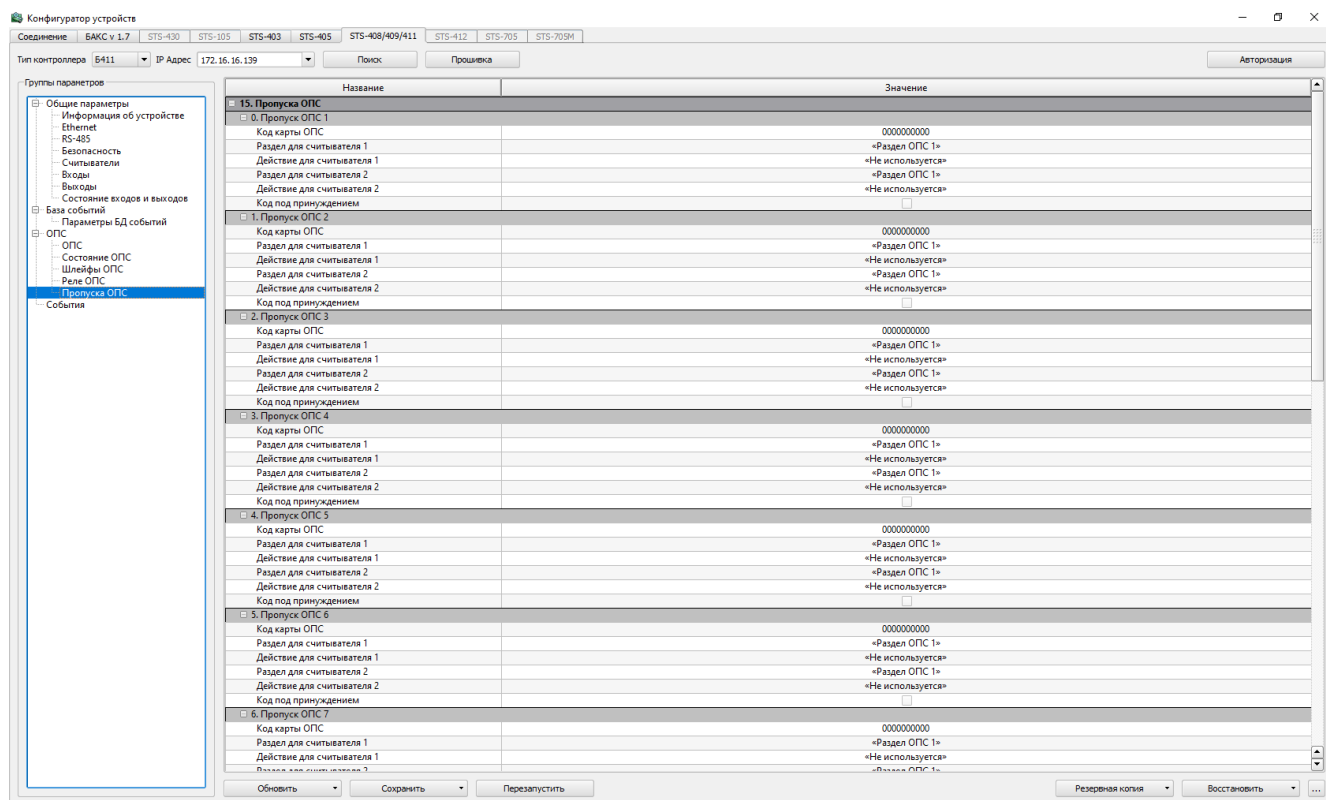

Рисунок 28 – Пропуска ОПС
– Пропуска ОПС – здесь содержатся коды пропусков и действия для считывателей (рисунок 28).